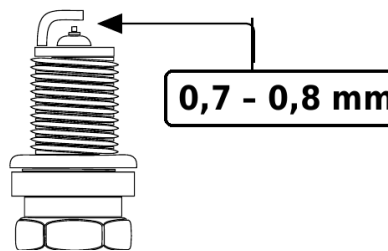

FIG. 8 — Separación entre electrodos de la bujía
- 5) Compruebe con una galga que la separación entre electrodos es de 0,7 a 0,8 mm (FIG. 8).